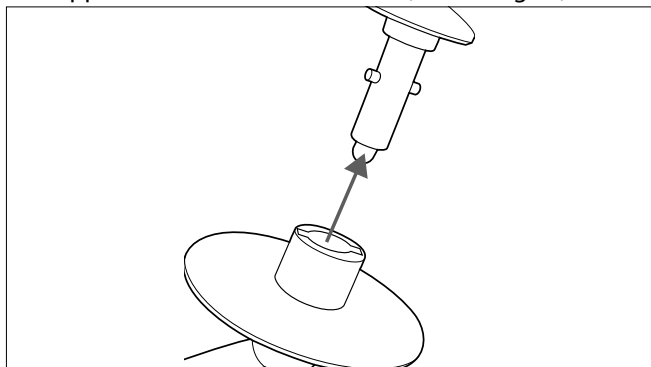

Fig. 9 – Far scorrere l'accessorio di mescolamento sul supporto
- ▶ Inserire l'accessorio di mescolamento dal basso nel supporto nel braccio meccanico (vedere Fig. 9).